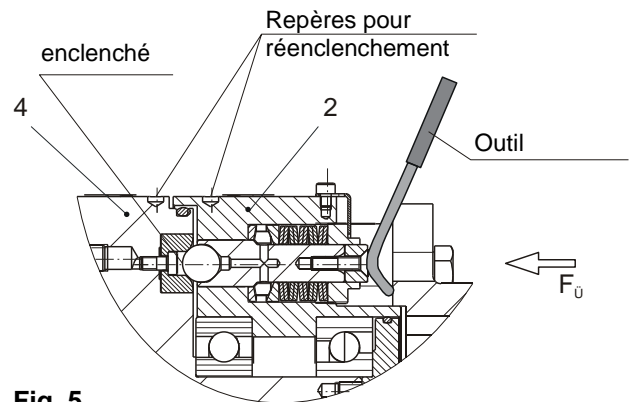

Fig. 5
## Réenclenchement (fig. 5)
Les trous de repère sur le diamètre extérieur du flasque de fixation des éléments (2) et ceux du flasque de pression (4) doivent être alignés (fig. 5).
- ☐ Manuellement, avec un outil approprié (fig. 5).